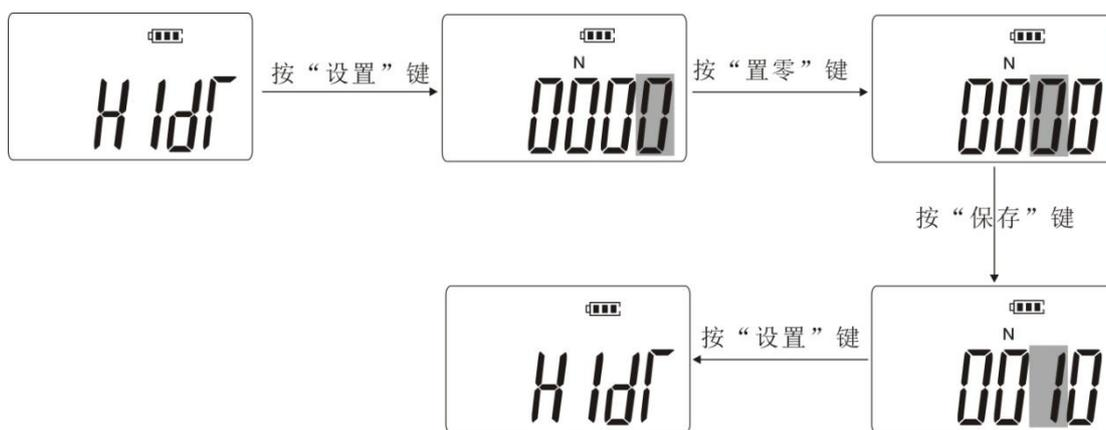

图 8
3.2.3 *HIDT* (HIDT)上限值设置：按“设置”键进入上限值设置，分别按“保存”、“置零”键，进行数字调整，选择所需数值，再按“设置”键保存，如图8所示：